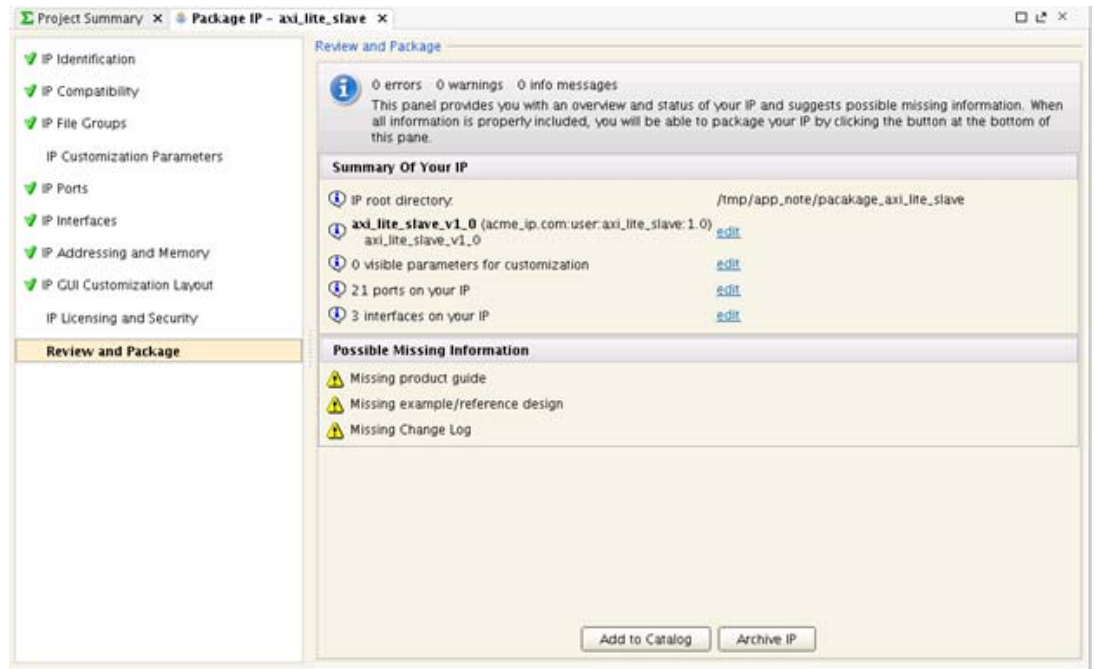

図 27 : AXI4-Lite スレーブの [Package IP] ビュー ([Review and Package] ページ)
- [Review and Package] をクリックし、[Archive IP] をクリックします (図 27)。